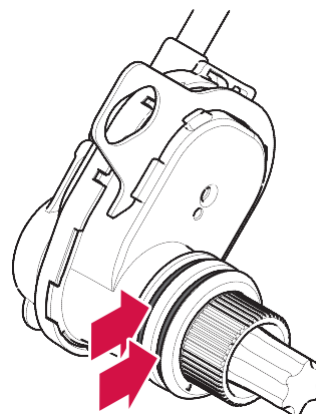

Figura 100. O-rings de graxa PWI/PWIS
2. Com um dedo, espalhe uma fina camada de graxa de uso geral ao redor dos dois anéis de vedação nos sensores (ver figura 100).